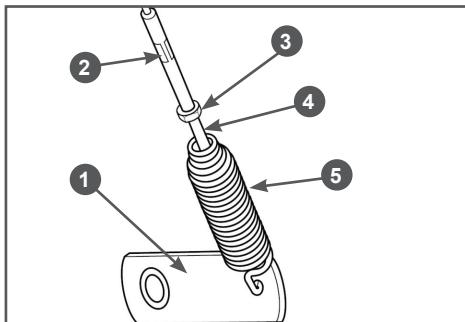

Рис. 9 Регулировка длины тросов включения хода и шнека
8. Отрегулируйте длину тросов включения шнеков и включения хода. Для примера, на Рис. 9 показан механизм регулировки троса включения шнеков. При полностью нажатом рычаге включения шнеков пружина 5 должна
на быть растянута на 0,5 - 1 см (Рис. 9). Для регулировки длины троса ослабьте затяжку контргайки 3, вкрутите в муфту 2 или, при необходимости, выкрутите из муфты регулировочный винт 4 (Рис. 9). После окончательной регулировки затяните контргайку 3. Регулировка длины троса включения хода производится таким же образом.